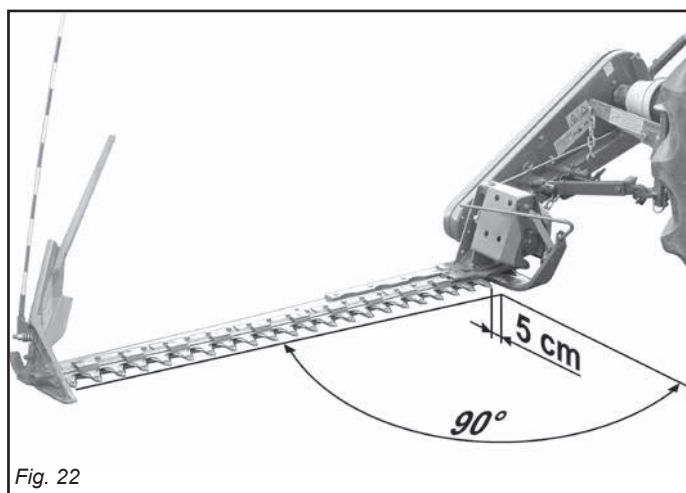

Fig. 22
- Man soll die Mähmaschine mit der Befestigungsketten der Traktorunterlenker zentrieren damit, wenn die Maschine auf dem 3 Punktenanschluss blockiert ist, die Spitze der äussersten Finger im Verhältnis zur Rechtwinkligkeit des Traktors um ca. 5 cm nach vorn versetzt ist (Abb. 22).